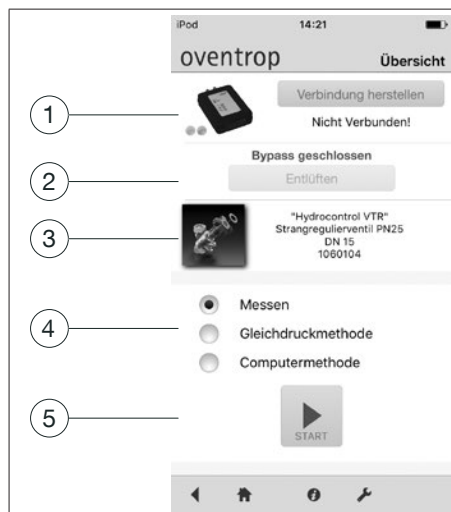

Fig. 4: Vue d'ensemble
- 10. Après avoir terminé la purge, sélectionner la méthode souhaitée (voir Fig. 4 en page 20).